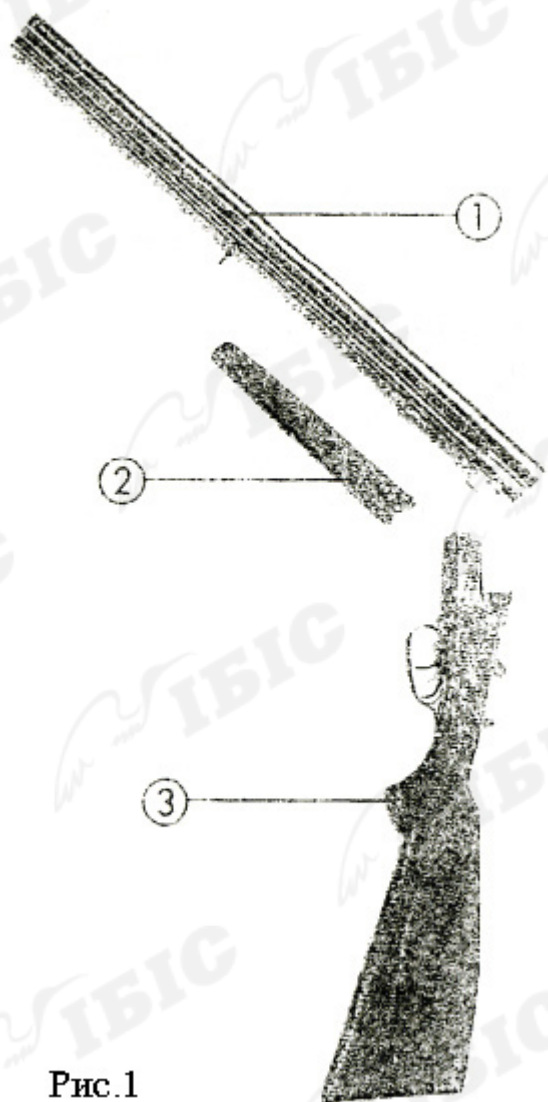

Рис. 1
Трёхствольное ружьё состоит из следующих основных частей (Рис. 1):
- Цевьё (2)
- Затворная коробка с прикладом (3)
Трёхствольное ружьё состоит из следующих основных частей (Рис. 1): -Блок стволов(1) - Цевьё (2) -Затворная коробка с прикладом (3)